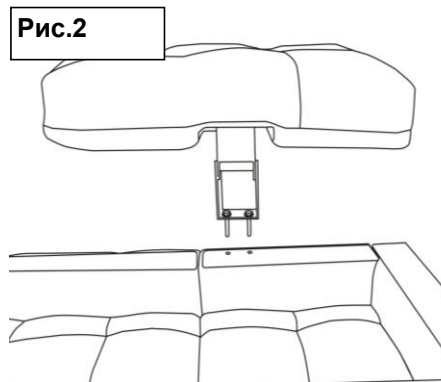

Рис.2
2. Для соединения подушек со спинкой необходимо, плоской отверткой изъять декоративную крышку механизма подъема на подушках, имеющиеся там болты М8х50 и шайбы 8 вставить в отверстия и совместить их с отверстиями на спинке кресла, как показано на рис.2. Вкрутить болты до упора, выровнять механизм параллельно спинки и подтянуть болты гаечным ключом, вставить декоративную крышку.